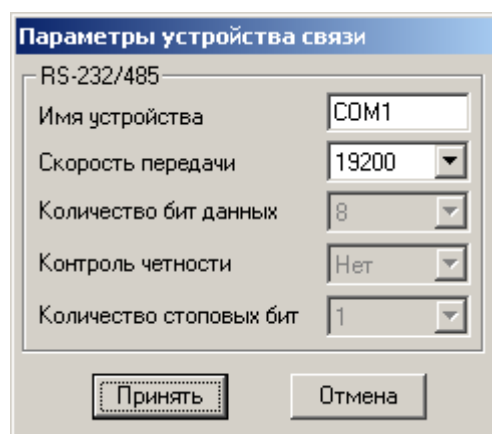

Рисунок 28.2 - Настройка устройства связи
- **"Настройка устройства связи"** - настройка параметров связи последовательного порта (при нажатии на кнопку вызывается окно (рисунок 28.2)).